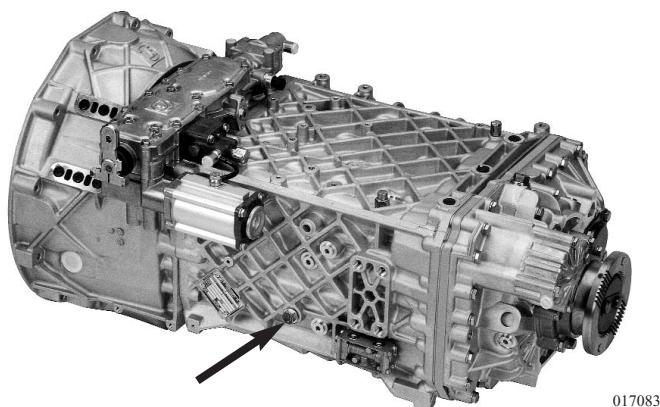

Рис. 13
- Заполнить масло через отверстие для заполнения (рис. 13).